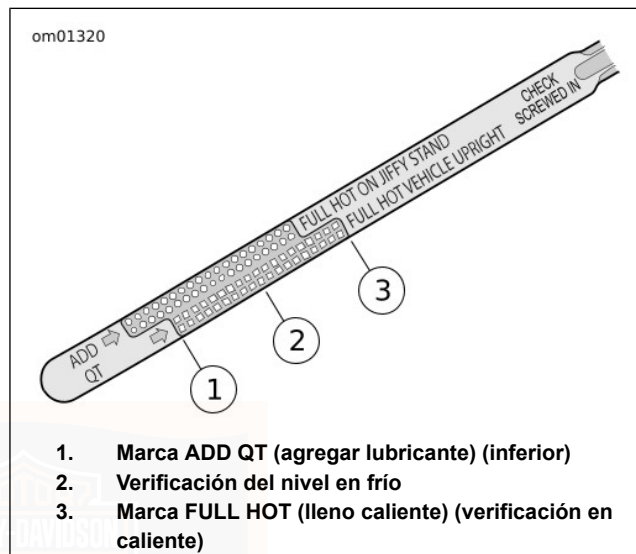

Figura 47. Varilla medidora del aceite de motor marcada FULL HOT VEHICLE UPRIGHT (lleno caliente con el vehículo en posición vertical)
Vea Figura 47. Cuando verifique el nivel de aceite, utilice el indicador marcado FULL HOT VEHICLE UPRIGHT (lleno caliente con el vehículo en posición vertical).
3. Vea Figura 47. Extraiga el tapón de llenado/varilla medidora. Utilizando el indicador marcado FULL HOT VEHICLE UPRIGHT (lleno caliente con el vehículo en posición vertical) en la varilla medidora, verifique el nivel de aceite. El nivel de aceite correcto debe estar en el punto medio (2) entre las marcas ADD QT (agregar lubricante) y FULL HOT (lleno caliente) en la varilla medidora.
4. Vea Figura 47. Extraiga el tapón de llenado/varilla medidora. Utilizando el indicador marcado FULL HOT VEHICLE UPRIGHT (lleno caliente con el vehículo en posición vertical) en la varilla medidora, verifique el nivel de aceite. El nivel debe estar entre las marcas ADD QT (agregar lubricante) (1) y FULL HOT (lleno caliente) (3). Vierta aceite según sea necesario para que el nivel llegue a la marca FULL HOT (lleno caliente) en la varilla medidora. No lo sobrellene.